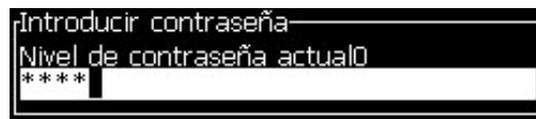

Figura 4-3: Nivel 0 de contraseña
- 2 Pulse *Alt + w*. Seleccione la opción *Introducir contraseña* (consulte Figura 4-2) y pulse la tecla *Intro*. Aparecerá la pantalla *Introducir contraseña* (consulte Figura 4-3).